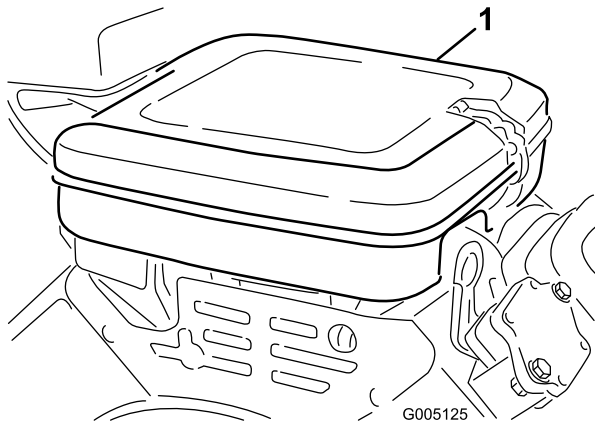

Figura 39
1. Limpe a cobertura do filtro de ar (Figura 39).